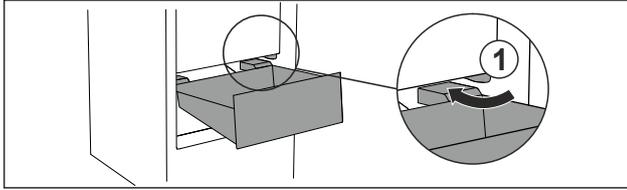

Fig. 69
- Прокарайте чекмеджето под ъгъл около ограничителите Fig. 69 (1).